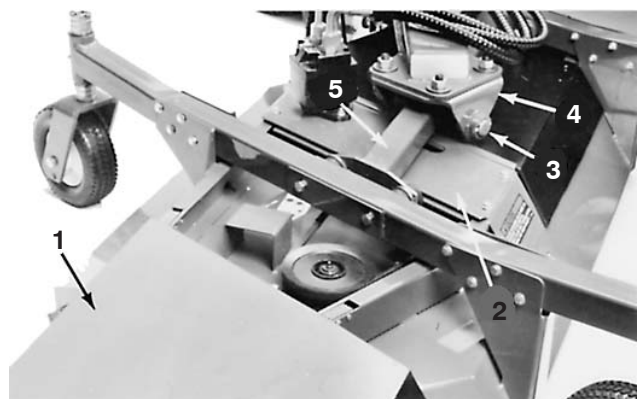

Bild 71
3. Entfernen Sie die Bundkopfschrauben, mit denen die Getriebeplatte am Mähwerk befestigt ist. Drehen Sie zum Trennen der Platte und des Antriebsmotors vom Mähwerk das Plattenende zur Zugmaschine (Bild 71). Kippen Sie die Platte, den Motor und die Scheibe seitlich und nehmen Sie sie vom Mähwerk ab. Achten Sie darauf, dass Sie nicht die flexiblen Hydraulikschläuche verbiegen, verdrehen, abknicken oder beschädigen.
4. Nehmen Sie die Sicherungsmutter ab, mit der die Mähwerkelenkwelle am Mähwerksplint und der Hubstange befestigt ist (Bild 71).